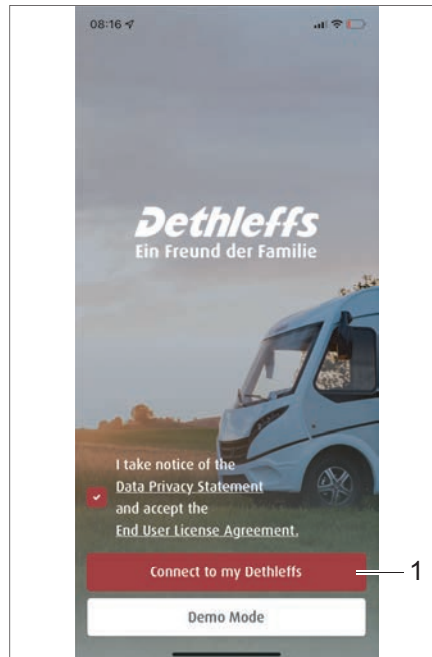
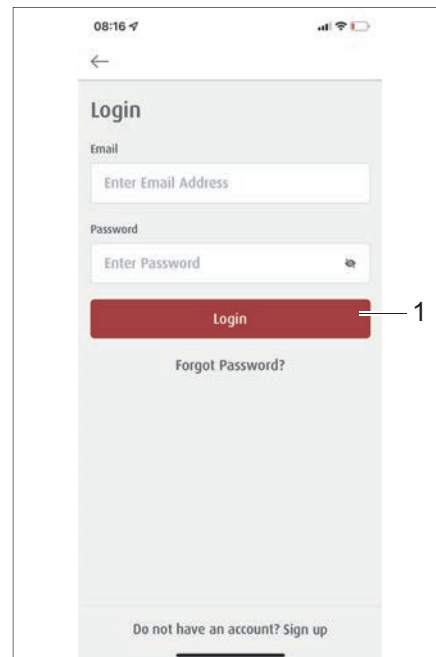

Fig. 269 Pantalla inicial de la aplicación Dethleffs Connect
Fig. 270 Registro en la cuenta de Dethleffs
- Presione la opción *Conectar a mi Dethleffs* (Fig. 269,1). El campo de entrada para el inicio de sesión o el registro aparece en la cuenta Dethleffs (Fig. 270).
- Tocar en la opción *Registro* (Fig. 270,1). Aparece el campo de menú Conexión al vehículo (Fig. 271). Si ya hay vehículos conectados, se mostrarán aquí.